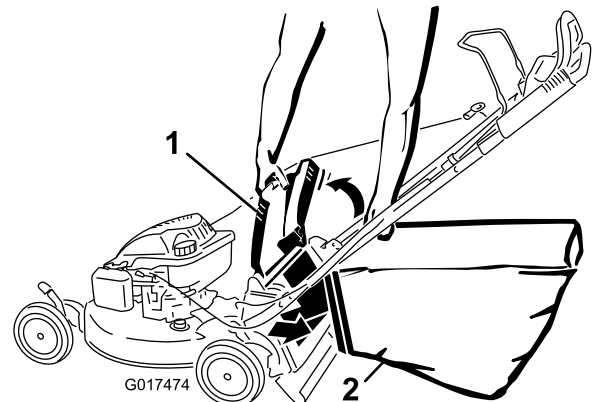

Figure 27
4. Accrochez le bord supérieur avant du bac sur les crans (Figure 27).